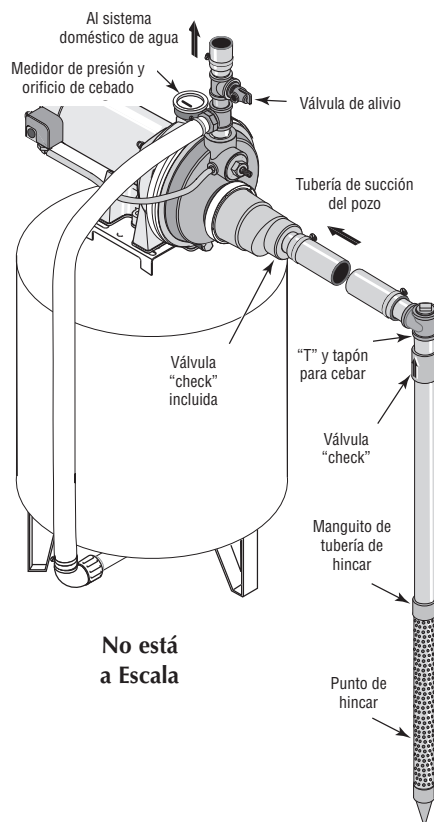

Figura 5 - Instalación del Punto de Hincado
5. Utilice el menor número de conexiones posible (especialmente codos) al conectar la tubería desde el punto del pozo al orificio de succión de la bomba. La tubería de succión debe ser por lo menos del mismo tamaño que el orificio de succión en la bomba (incluya una válvula "check" - Vea la Figura 5). Soporte la tubería para que no haya inclinaciones verticales o hundimientos en ella a fin de que no ejerza tensión sobre el cuerpo de la bomba y con el propósito de que no se incline ligeramente hacia arriba desde el pozo hacia la bomba (los puntos altos pueden ocasionar que se formen bolsas de aire que pueden bloquear la bomba). Utilice cinta sellante de PTFE para roscas de tubería o un compuesto a base de PTFE especial para juntas de tuberías en las juntas roscadas de la tubería o compuesto para unir tuberías autorizado para utilizarse en PVC. Las juntas deben ser a prueba de agua y estar herméticamente cerradas. Si la tubería de succión pudiera succionar aire, la bomba no podría sacar agua del pozo. Si un punto de pozo no proporciona suficiente agua, considere la posibilidad de conectar dos o tres puntos de pozo a una tubería de succión.